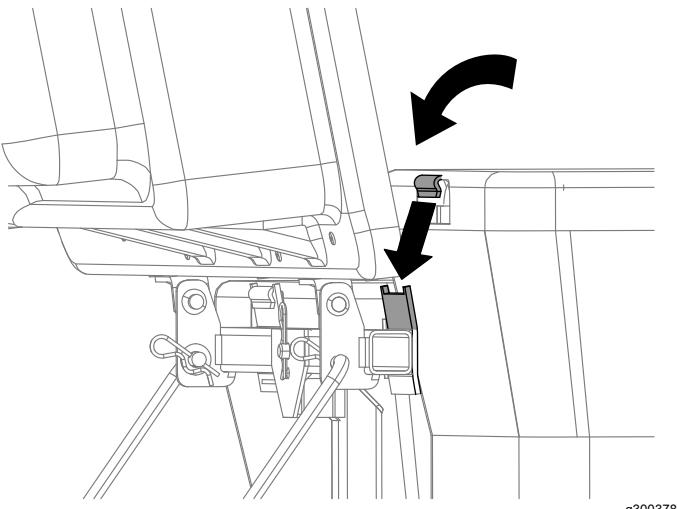

Figure 18
- Soulevez le couvercle et installez les bacs en glissant les crochets de l'armature sur les pattes de retenue (Figure 18).